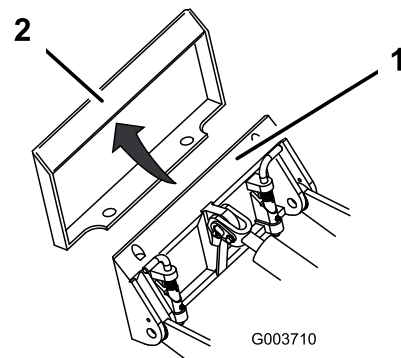

Figura 9
4. Coloque la placa de montaje debajo del reborde superior de la placa receptora del accesorio (Figura 9).